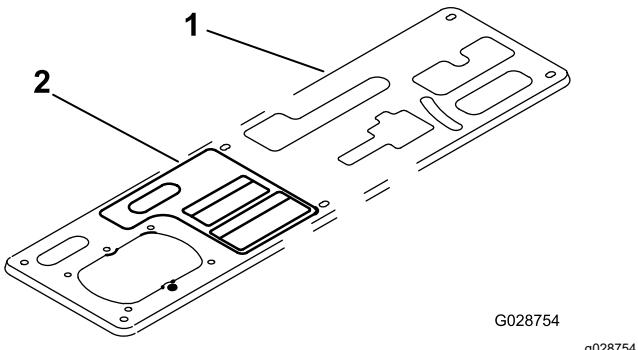

Figura 15
8. Pulite la piastra della consolle e applicate l'adesivo relativo al funzionamento sulla consolle, accanto alla leva della presa di forza, individuando l'adesivo come illustrato nella Figura 15.